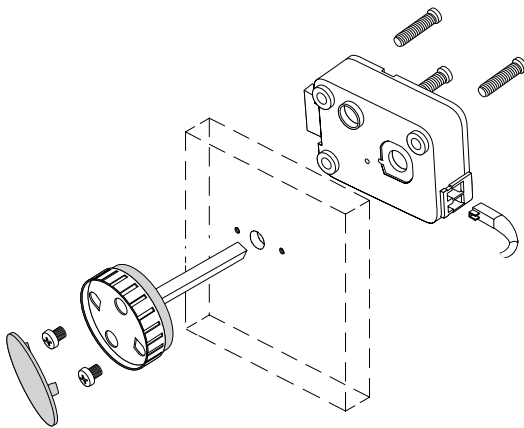

Abbildung 8
Für die Benutzung von Deadbolt- bzw. Springboltschlössern wird eine Methode für das Zurückziehen des Riegels benötigt. Wir empfehlen dazu die Verwendung der Drehknopfeinheit - P/N 2666 - (Abbildung 8).
4. Die Drehknopfeinheit mit den zwei Kreuzschlitzschrauben 8-32 X 5/16 befestigen. (Abbildung 8)
7. Schliessen Sie das Kabel von der Eingabeeinheit direkt an den mit "ENT" markierten Anschluss am Schloß an (Abbildung 8).